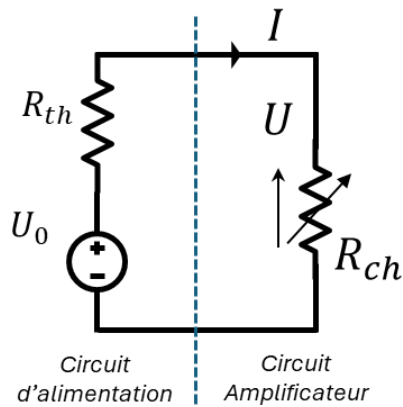
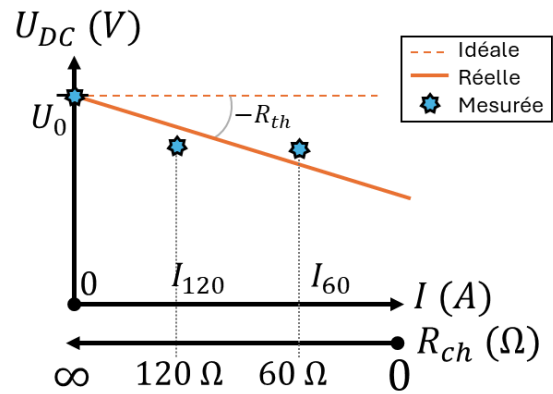

Figure 2 : Circuit équivalent de Thévenin de l'alimentation.
Figure 3 : Caractéristique externe et principe de mesure.
Lorsqu'on la connecte à une charge (ici, la résistance R_{ch}), un courant I circule dans l'alimentation et cause des chutes de tensions aux travers des éléments du circuit. On représente ainsi le circuit équivalent de Thévenin de l'alimentation continue à la Figure 2. La caractéristique externe quant à elle représente l'évolution de la tension délivrée par l'alimentation en fonction du courant débité (voir Figure 3). Nous tenterons de déterminer la caractéristique externe et l'ondulation ripple en sortie de l'alimentation non-stabilisée et stabilisée.
□ Sur Excel, tracez la caractéristique externe $U = f(I)$. Comme montré à la Figure 3, il faudra trouver par interpolation (outil droite de tendance sur Excel) la droite qui approche au mieux les mesures.